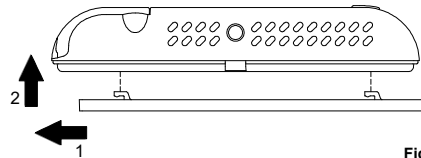

Fig. 3
1. Sganciare la piastra attaccata alla base del termostato, spingendola verso sinistra e facendo così sganciare i dentini indicati in Fig. 3.